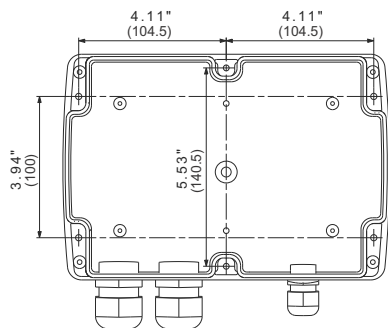

Fig. 1 Dimensiones
La caja dispone de seis orificios de instalación ( $\varnothing 4$ ). Consulte la fig. 1. Las dimensiones se indican en mm.
- En posición horizontal, para permitir que el agua de condensación (si se forma) pueda escapar. Consulte la fig. 1.